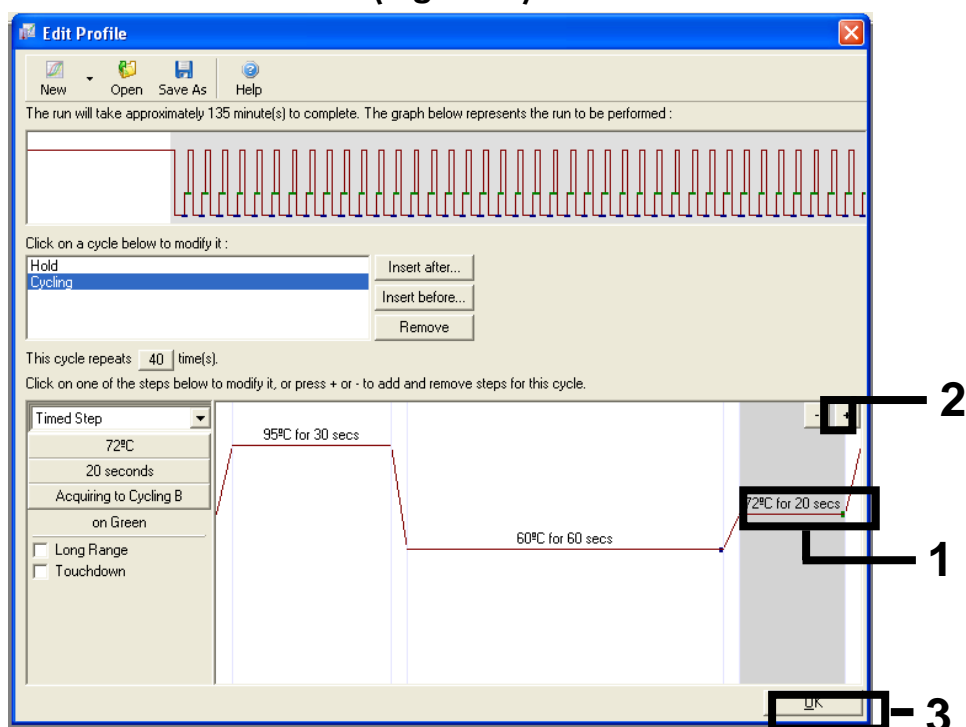

Figura 9. Rimozione della fase di estensione.
12. Evidenziare il terzo passaggio e cancellare facendo clic sul pulsante "-". Fare clic su "OK" (Figura 9).